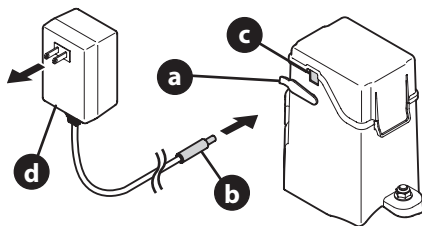

Figure 44
1. Soulevez le loquet du port de recharge (a) et branchez le connecteur mâle du chargeur (b) dans la prise (c) (Figure 44).